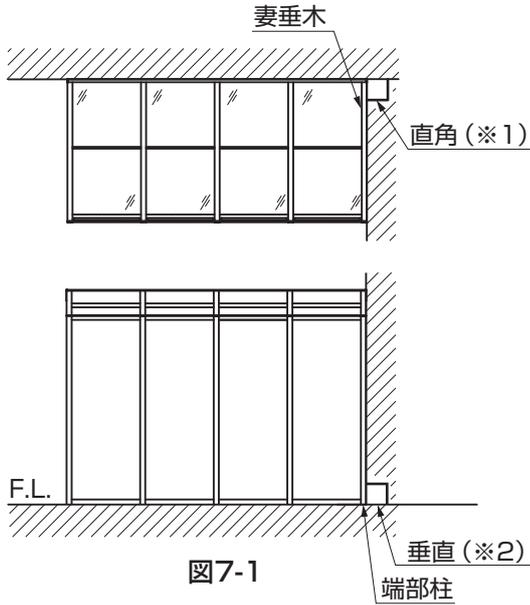

図7-1
- 躯体外壁の直角度(※1)、垂直度(※2)に狂いが生じている場合は、取付けることができませんので、修正してください。修正時の部材については、現場で手配してください。(図7-1参照)